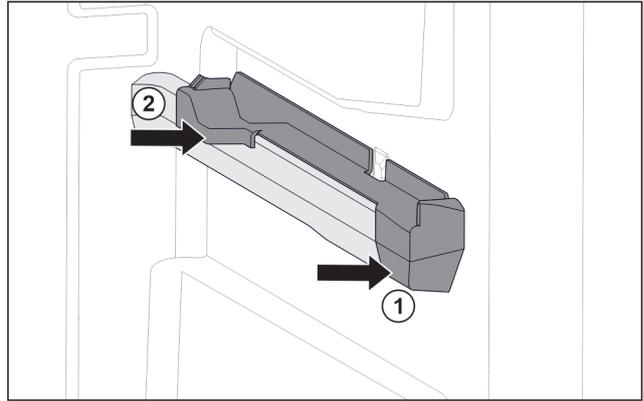

Fig. 24 Aufsteckteil auf der rechten Behälterraupe
- ▶ Aufsteckteil vorne an Behälterraupe ansetzen. Fig. 24 (1)
- ▶ Aufsteckteil hinten andrücken. Fig. 24 (2)